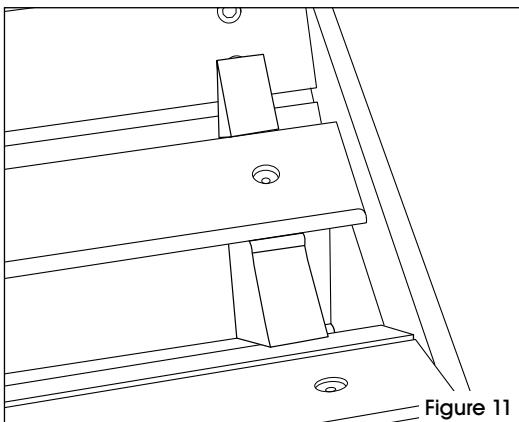

Figure 11
15. Dans cette même position, placez trois des planchettes restantes sur le connecteur dans les fentes indiquées. Vous pouvez vous aider d'un niveau à bulles ou d'une pièce plate similaire afin d'aligner correctement la partie supérieure des planchettes. (Voir Figure 11)